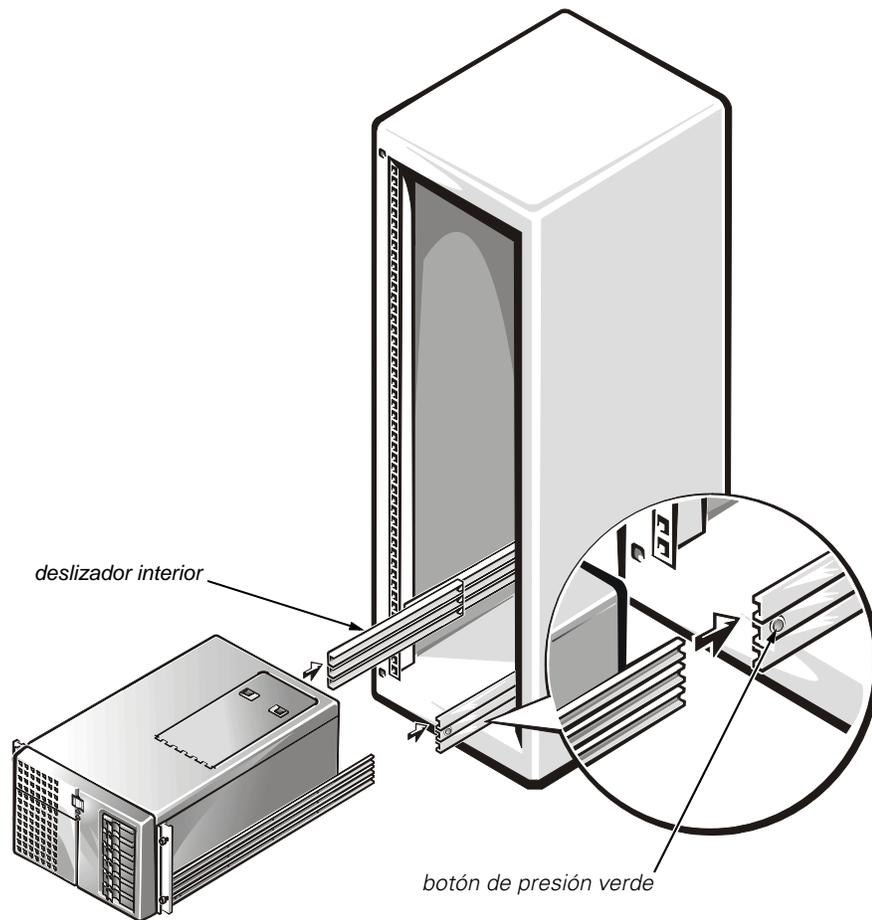

Figura 9. Instalación del ordenador en el estante
NOTAS: Al instalar los ensamblajes de deslizadores, verifique que los topes verdes de plástico al extremo de las vías se hallan detrás del estante y que los botones de presión verdes (en el deslizador interior) se hallan cerca del frente del estante (vea la figura 9).
NOTA: Conforme usted empuja el ordenador dentro de los deslizadores interiores, los ensamblajes de deslizadores se asegurarán en su posición extendida. Oprima el botón de presión verde cerca del extremo de cada deslizador interior para liberar las cerraduras (vea la figura 9) y deslice después el ordenador completamente fuera del estante.
1. Fije el soporte de ángulo recto del brazo para administración de cables al riel vertical (vea la figura 9).
A medida que tira del ordenador en su posición extendida máxima, los ensamblajes de deslizadores se encajan en posición de extensión. Para empujar el ordenador dentro del estante, oprima los botones verdes cerca del frente de ambos deslizadores interiores (vea la figura 9) y oprima simultáneamente el ordenador.